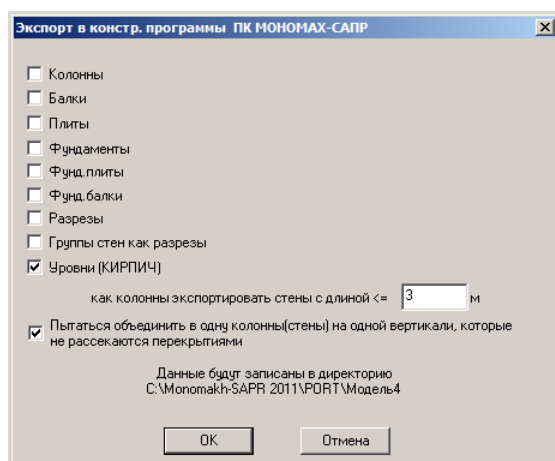

Рис. 10.4.1. Окно диалога
- В открывшемся окне диалога **Экспорт в конструирующие программы ПК МОНОМАХ-САПР** (рис.10.4.1) выполните следующие действия: